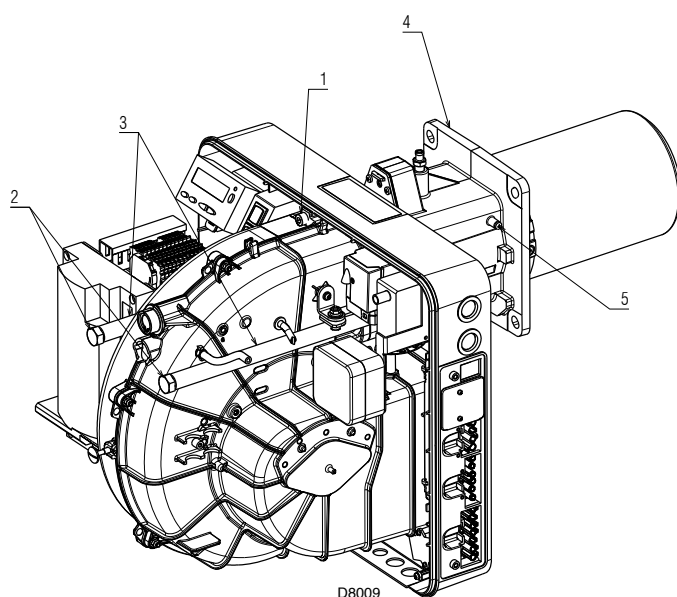

Fig. 21
- conectar el cable de la sonda y el cable del electrodo y luego deslizar el quemador hasta el manguito, quemador en la posición ilustrada en la Fig. 21;